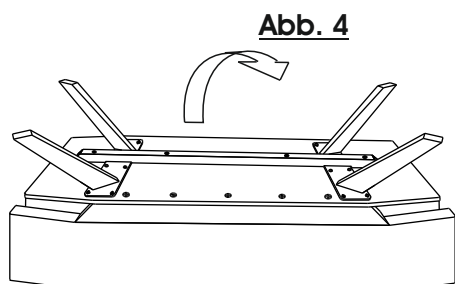

Abb. 4
6. Richten Sie die Bank auf. (Abb. 4)